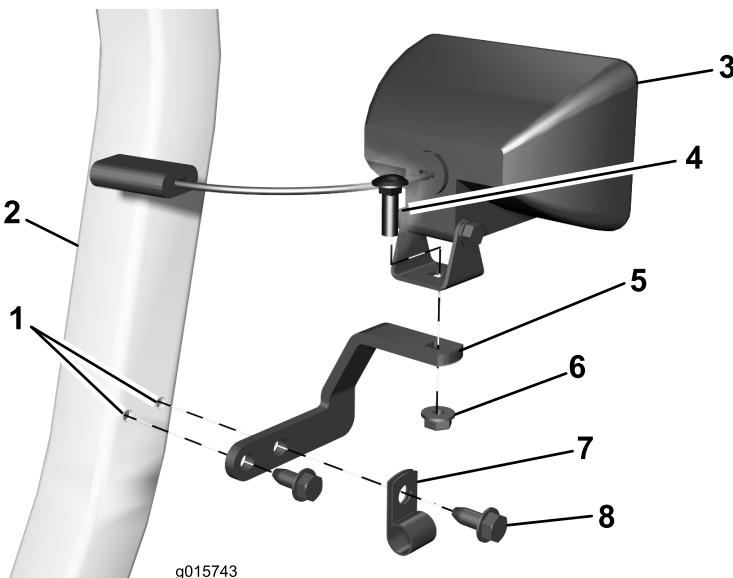

Figura 6
1. Monte la placa doblada en el ROPS, según se muestra en Figura 6. Pase el arnés de cables a través de la abrazadera en R, luego sujetela la placa doblada utilizando una abrazadera en R y dos pernos con arandela prensada autorroscantes.
2. Instale una lámpara en la placa doblada según se muestra en Figura 6. Sujete la lámpara con un